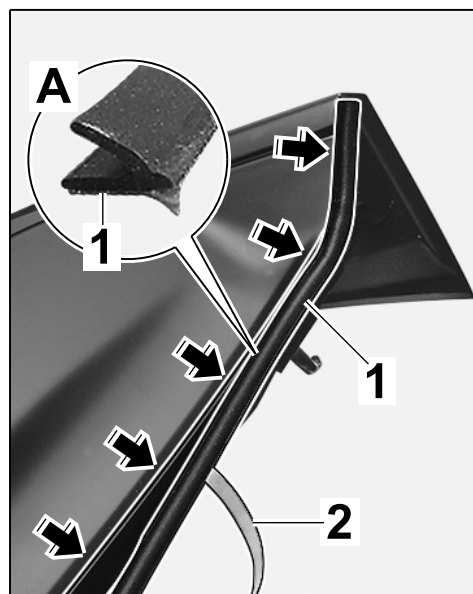

Рис. 33
- 9.11 Снять защитную пленку $\Rightarrow$ Рис. 33 -2- с уплотнения (V-образного профиля) $\Rightarrow$ Рис. 33 -1- и наклеить уплотнение вдоль внутренней стороны заднего спойлера. Лупа $\Rightarrow$ Рис. 33 -А- показывает направление монтажа.